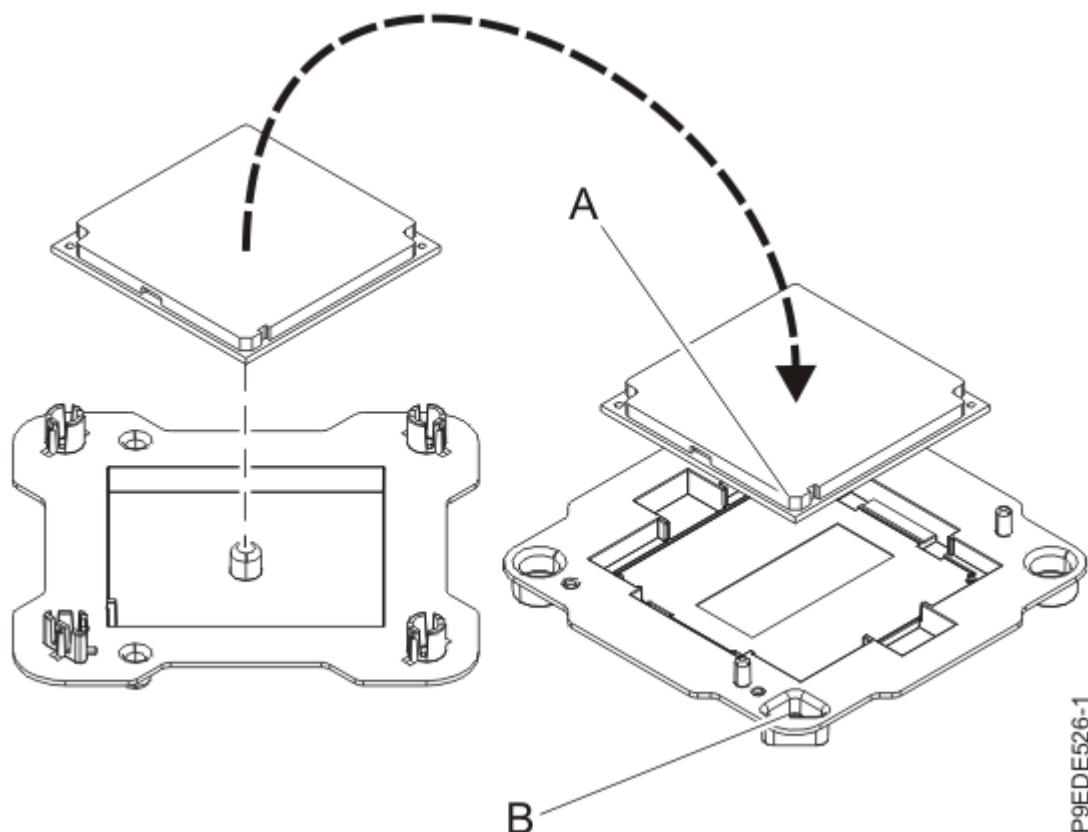

図 94. パッケージへのシステム・プロセッサ・モジュールの取り付け
12. 再取り付けしたシステム・プロセッサ・モジュールの端を軽くつかみ、持ち上げてパッケージ・カバーから外します。モジュールの斜めになった隅 **(A)** をパッケージ隅の三角 **(B)** と位置合わせして、パッケージ内に配置します (115 ページの図 94 を参照)。パッケージ・カバーを閉じます。